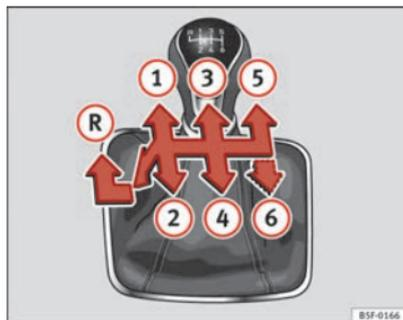

Abb. 121 Schaltschema bei einem 5-Gang bzw. 6-Gang Schaltgetriebe
Auf dem Schalthebel sind die Positionen der einzelnen Fahrgänge dargestellt ⇒ Abb. 121.
- Schalthebel ganz nach links und dann nach vorne schieben, um den Rückwärtsgang ⇒ Abb. 121 (R) einzulegen.